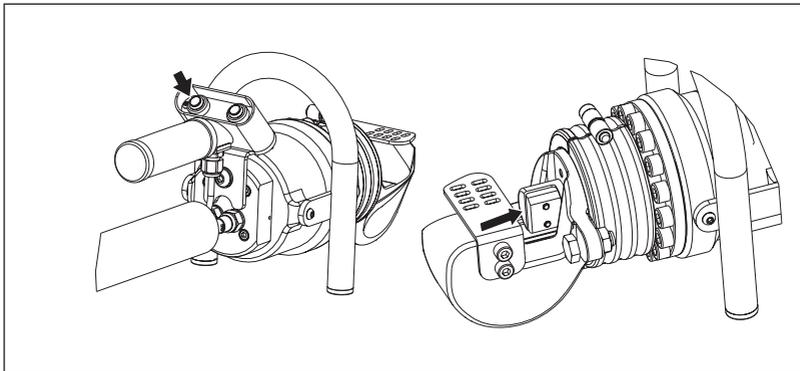

Figure 10, Utilisation - Rétraction
- Maintenez le bouton-poussoir **rétraction** enfoncé pour faire reculer le piston et la lame mobile. Voir la figure 10.